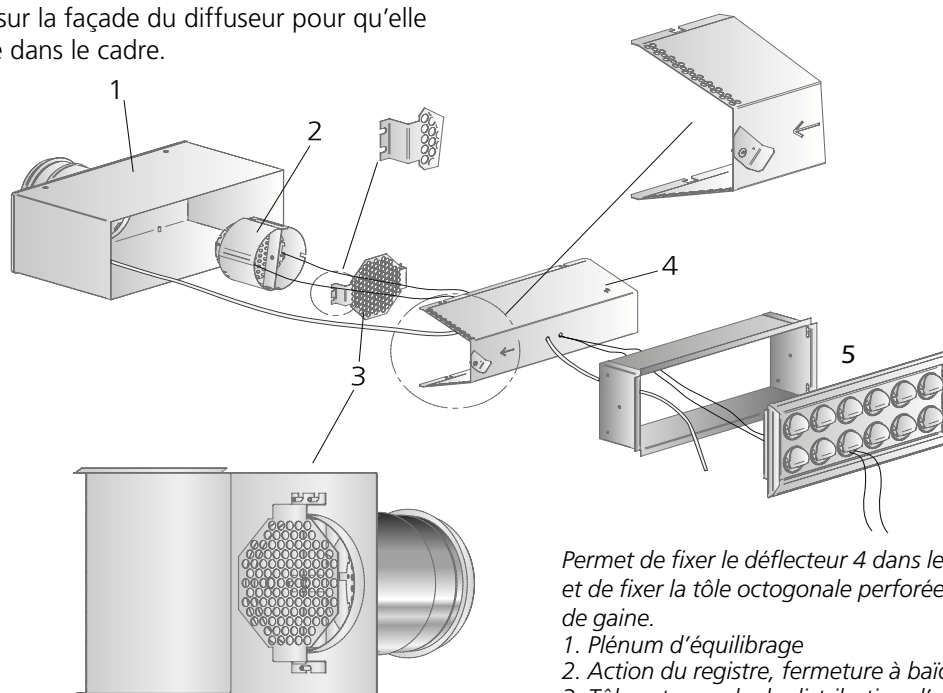

Figure 1. Installation.
Voir Figure 1.
4. Le montage et démontage des composants sont illustrés à la Figure 1.